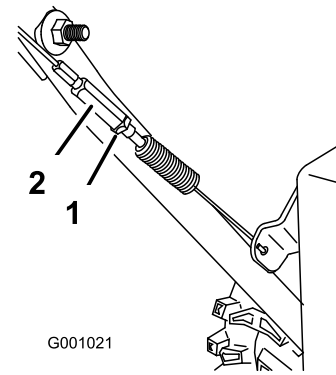

Figura 26
3. Apriete la contratuerca (Figura 26).